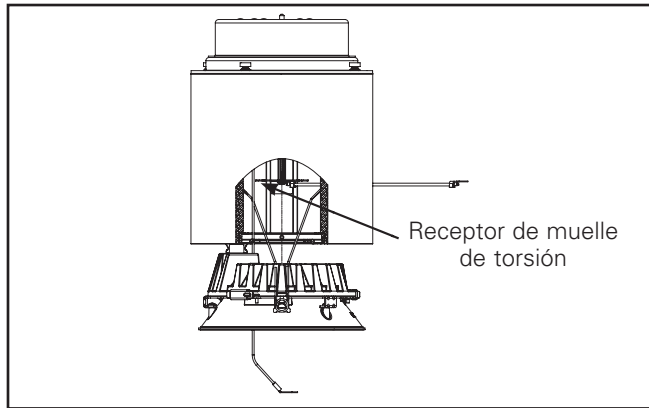

Figura 14.
7. Para instalar el motor del LED y el conjunto del borde, inserte los muelles de torsión en los receptores correspondientes ubicados dentro del alojamiento. (Figura 14).